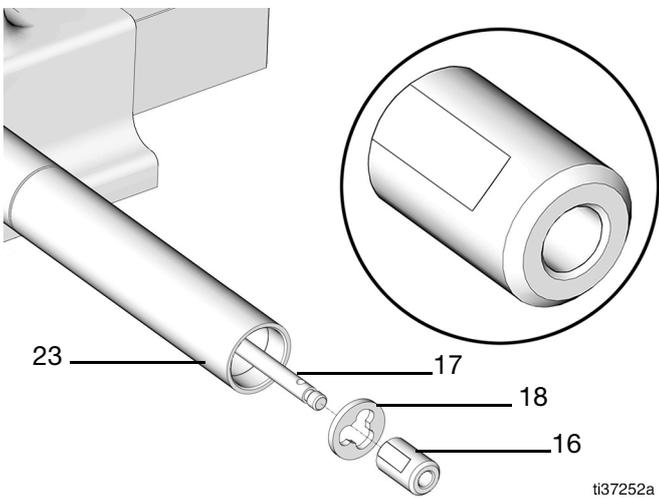

FIG. 62
18. Placer l'entretoise (18) dans le tube du bas de pompe (23) jusqu'à ce qu'elle soit bien positionnée (FIG. 62).
19. Fixer la vanne à clapet oscillant (16) à la tige shovel (17), avec l'encoche vers le haut (FIG. 62).